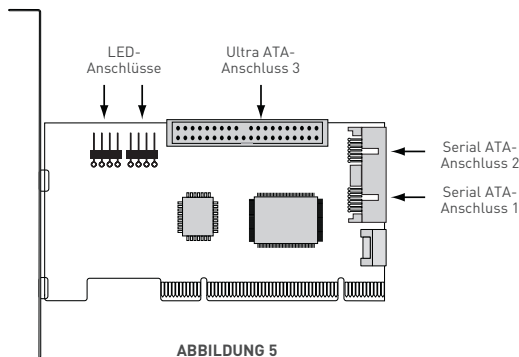

ABBILDUNG 5
3. [Optional:] Schließen Sie das 2- oder 4-polige LED-Kabel Ihres Systemgehäuses an den LED-Anschluss der SATA/300 PCI-Karte an (siehe Abbildung 5). Stift 1 des Steckers und Stift 1 des Kabels müssen auf einander ausgerichtet sein. Weitere Informationen zu den LED-Anschlüssen Ihres Gehäuses finden Sie im Handbuch für das Systemgehäuse.
1. Verbinden Sie ein Ende des SATA-Schnittstellenkabels mit einem der SATA-Steckplätze auf der Karte. (Siehe Abbildung 5 auf Seite 41.)